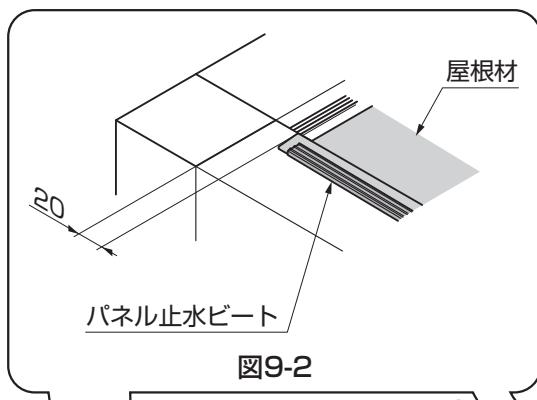
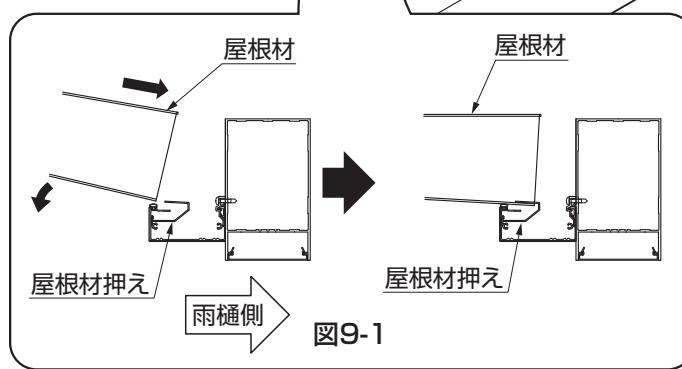

図9-2
図9-1
①屋根材を屋根材押えに、はめ込み位置を確認して取付けてください。(図9-1、図9-2参照)
- 屋根材は屋根材押えの奥まではめ込んでください。(図9-1参照)
- 水上側の屋根材が端から20mm以上あることを確認してください。(図9-2参照)